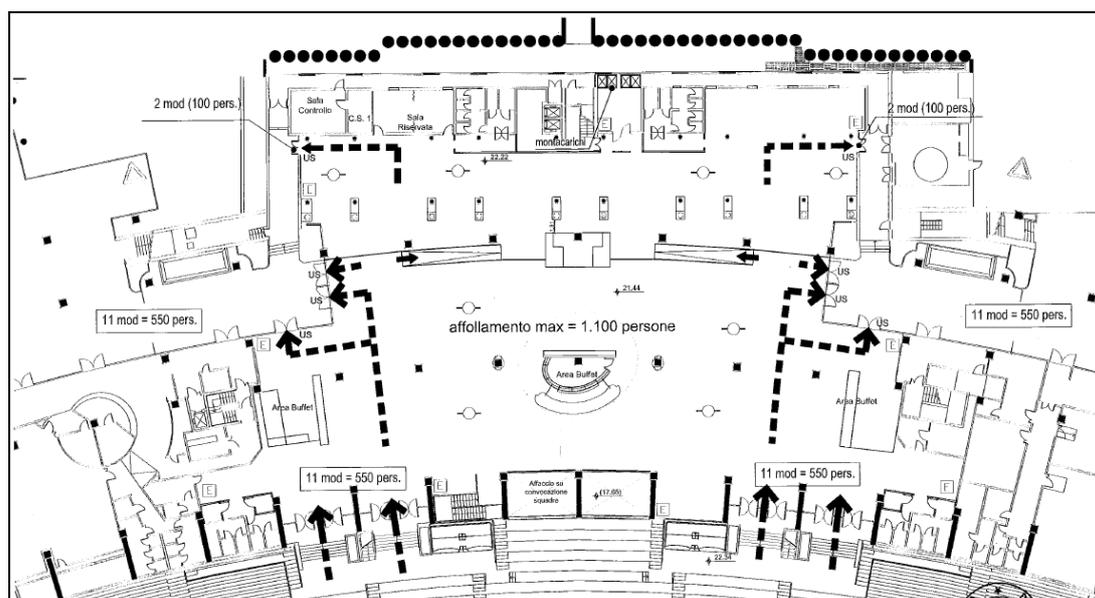

Fig.5 – salone Ospitalità
Questo ambiente è situato a livello stradale. All'ingresso di questo troviamo l'ampia sala di m² 2126 con tre aree buffet, come indicato in fig.5:
Il salone Autorità presenta accessi direttamente sugli spalti bassi della tribuna Monte Mario ed è dotato di quattro idranti, ognuno avente una portata non inferiore ai 120 l/min con una pressione residua alla lancia più sfavorita di 2 bar. È presente inoltre l'affaccio sul percorso interno che i giocatori delle squadre percorrono dagli spogliatoi verso il campo di gioco. Sul lato Ovest di tale salone (corrispondente al lato superiore della fig.5) è presente la zona rialzata con tavolini, raggiungibile attraverso due rampe. Ad uso di tale salone sono disponibili 4 gruppi di servizi igienici così distinti:
- n. 5 WC e n. 2 antiWC vicino al montacarichi vicino l'area di gastronomia fredda (sulla sinistra in fig.5),
- n. 5 WC e n. 2 antiWC vicino al montacarichi vicino l'area di gastronomia calda (sulla destra in fig.5).